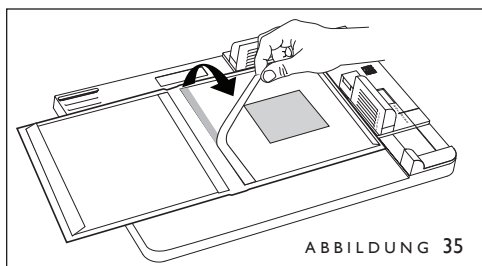

ABBILDUNG 35
3. Ein leeres Fastback Fotobuch-Hardcover mit der Klebeseite nach oben und dem Fenster auf der rechten Seite in die Hardcover-Führung einlegen und festklemmen. Die obere und rechte Kante des Einbands muss sich unter den durchsichtigen grünen Anschlägen befinden. Wenn die Buchbreite C oder breiter ist, kann mit den grünen Plastikeinsätzen gewährleistet werden, dass der Buchblock sich während des Bindens nicht verschiebt. Das schmale Deckpapier von der rechten Einbandseite (Fensterseite) des Fastback Hardcover-Einbands abziehen und so einen kleinen Teil des superstarken Bindeklebstoffs freilegen, mit dem die Innenseite des Hardcover-Einbands beschichtet ist. (Abbildung 35).